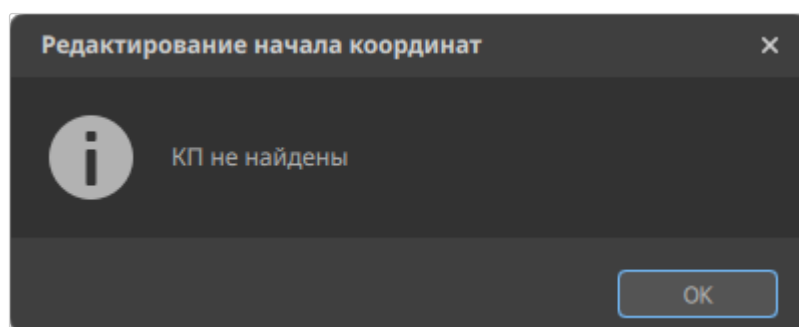

Рисунок 42. Ошибка размещения начала координат в центре
- 1) Если в рабочей области отсутствуют КП, то при вызове команды меню «Редактирование» → «Начало координат» → «Центр» выводится предупреждающее сообщение (см. рисунок 42).